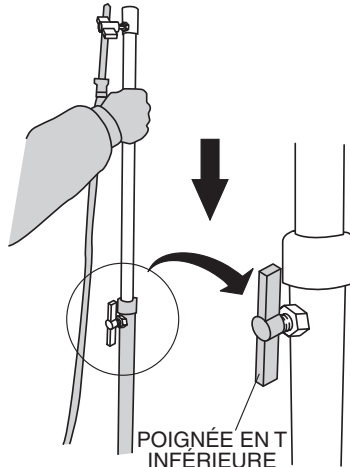

Figure 20. Abaisser le mât
1. Desserrer la poignée en T inférieure en tournant la poignée dans le sens antihoraire (Figure 20). Appuyer sur le mât jusqu'à ce mât soit entièrement inséré dans le logement de mât. Serrer à fond la poignée en T.